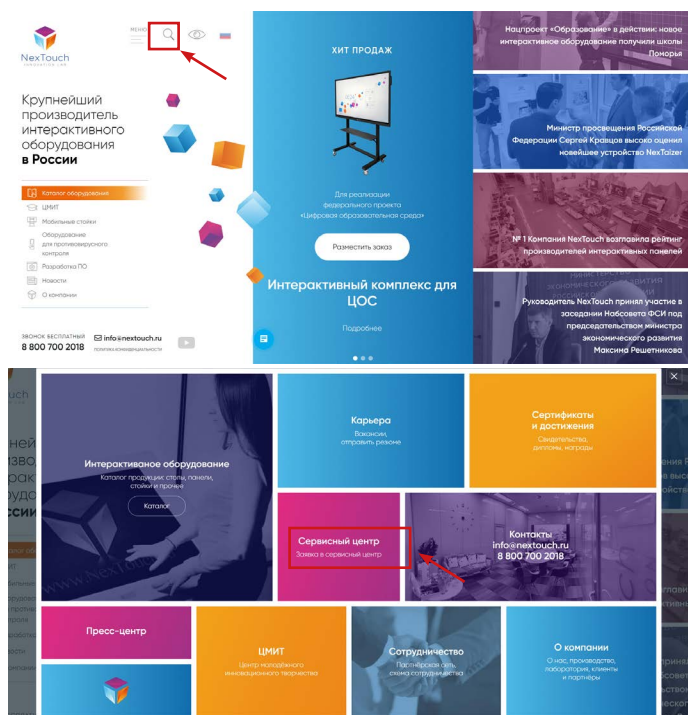

Рис. 17. Раздел сервисного центра на официальном сайте.
3. Для обращения в службу поддержки следует заполнить заявку, расположенную в соответствующем разделе сайта <https://nextouch.ru/>. Подробнее на рис.17 данного Руководства.